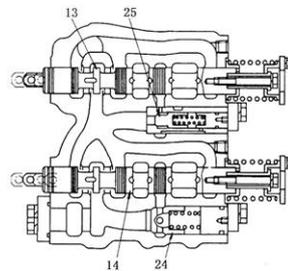

Рис. 5-60
Принцип работы: зубчатый насос выкачивает рабочее масло из масляного бака (28) и подает его на клапаны (12), (13) и (14). Масло проходит через направляющий клапан и попадает в фильтр (18), затем возвращается в масляный бак (28), не касаясь рабочего оборудования. Если на этот момент фильтр закупорен, масло воздействует на обратный клапан фильтра и возвращается в маслосборник. Если работают клапаны (14) или (13), можно управлять цилиндром отвала: отвал можно поднимать, опускать, фиксировать любой высоте и переводить в плавающий режим. При управлении цилиндром перекоса отвал можно наклонять влево, вправо или фиксировать на необходимом уровне. Если работает клапан (12), можно управлять цилиндром рыхлителя: рыхлитель можно поднимать, опускать и фиксировать в требуемом положении. Клапаны (24), (25) и (26) устанавливаются на передней панели направляющего клапана для выравнивания любых колебаний, вызванных переменной направленности движения какого-либо из механизмов. Впускной обратный клапан (25) (см. Рис. 5-60) устанавливается в целях достижения идеальной скорости движения цилиндра перекоса.